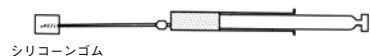

図6 試料採取用注射器
- よく乾燥した注射器（図6）を少量の試料で2、3回共洗いした後一定量の試料を取ります。